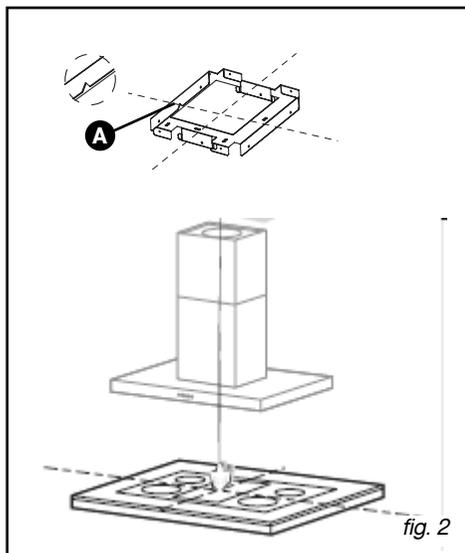

fig. 2
(fig. 2)
– Utilizando um fio-de-prumo encontre, em relação ao suporte de tecto, o centro da placa de cozinha (fig. 2).
– O entalhe A do suporte de tecto deve estar voltado para o aparelho (fig. 2).
- Retire o vigia de iluminação (fig. 2).